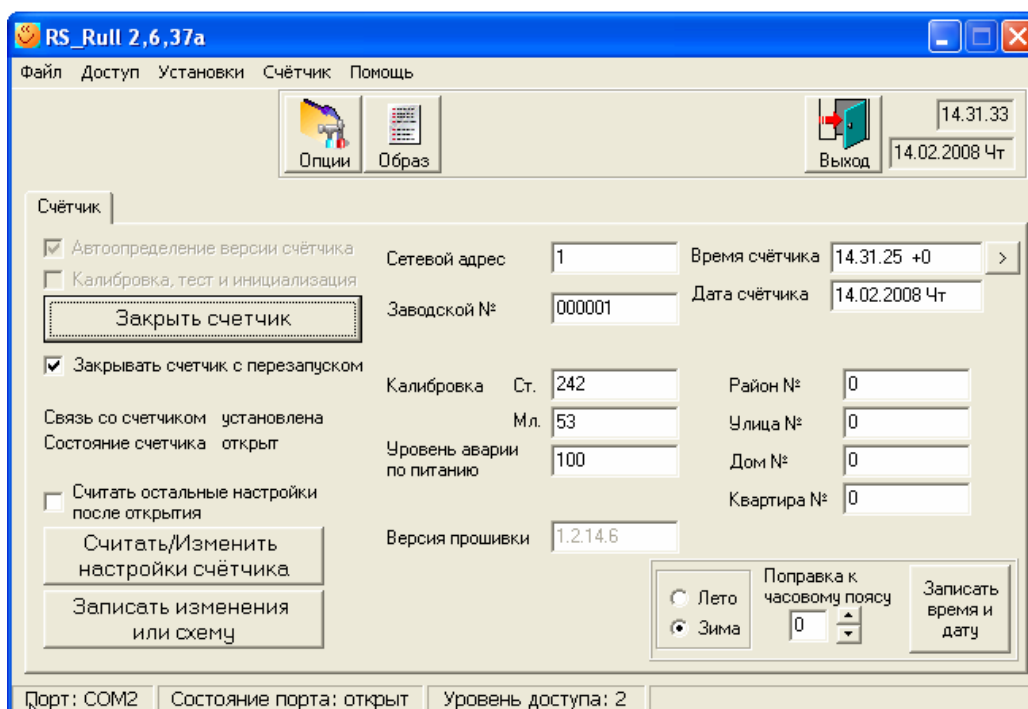

Рис.6
3.2.3 При открытии счетчика определяется статус: «Связь со счетчиком установлена. Состояние счетчика открыт.» Программное окно имеет вид см. Рис.6.
4.5.5 Нажать кнопку «Открыть» (рис.6) и повторить п.3.2.4.